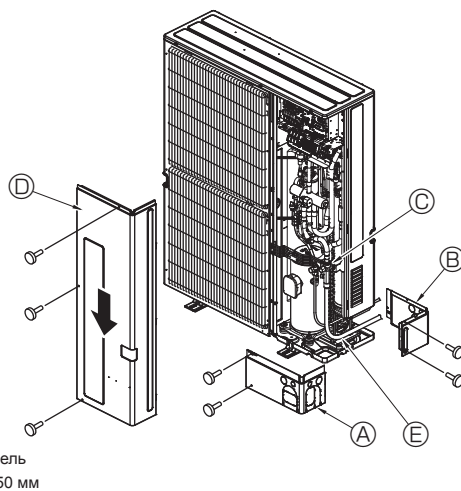

Fig. 4-9
4.5. Прокладка труб хладагента (Fig. 4-9)